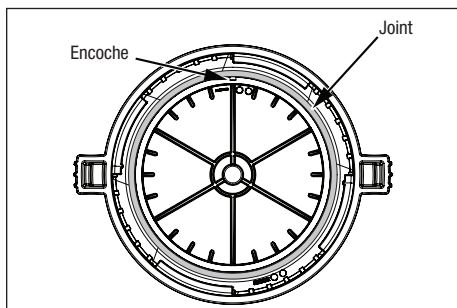

Figure 9. Joint torique dans le couvercle
7. Inspecter le joint torique situé dans le couvercle à la recherche de débris ou de dommages. Reportez-vous à la *Figure 9*. Si nécessaire, insérer un tournevis à tête plate dans l'encoche pour aider à retirer le joint torique. S'il y a des signes de dégradation, d'imprégnation de débris ou de déchirure du joint torique, remplacer immédiatement le joint d'étanchéité. Utiliser uniquement des lubrifiants pour joints toriques à base de silicone pour faciliter l'assemblage.